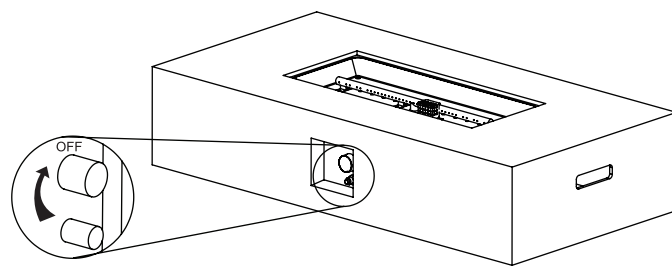

Figure 2
2. Győződjön meg róla, hogy a gázsabályozó "OFF" állásban van, mielőtt folytatná (lásd Figure 2).